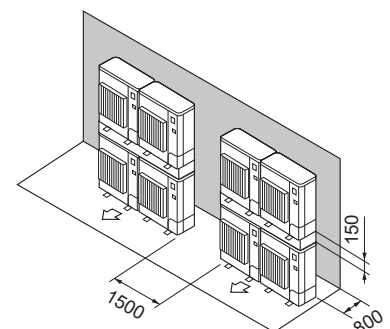

Fig. 2-19
- (7) Disposition pour appareils empilés (Fig. 2-19)